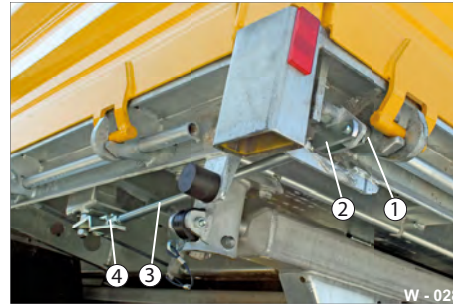
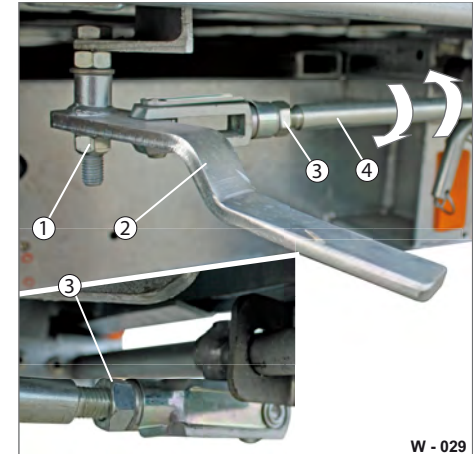

Abb. 28 Zentralverriegelung am Heck
Abb. 29 Zentralverriegelung nachjustieren
- ▶ Lösen Sie beide Kontermuttern (Abb. 29/3) am Übertragungsgestänge (Abb. 28/3).
- ▶ Kontrollieren Sie die Justage mittels Betätigung des Hebels (Abb. 29/2).
- ▶ Drehen Sie die Kontermuttern (Abb. 29/3) fest zu.